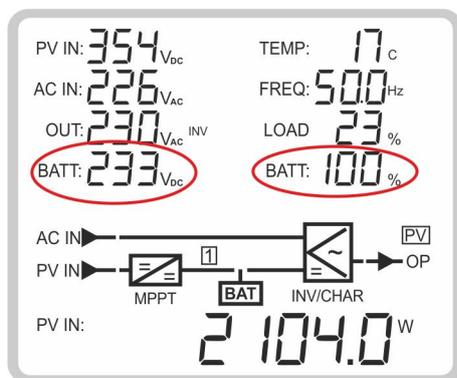

Fig. 28 – Completamento e/o mantenimento dell'Accumulo da parte del parco FV.
Per comprendere quando il Vs. impianto fotovoltaico con **enSolar Green** abbia raggiunto il completamento e/o il mantenimento in carica completa dell'accumulo, è necessario confrontare attentamente i valori di tensione del pacco batterie (V) e di percentuale (%) sul display LCD affinché indichino rispettivamente **233V** e **100%**, come da immagine seguente (Fig. 28):